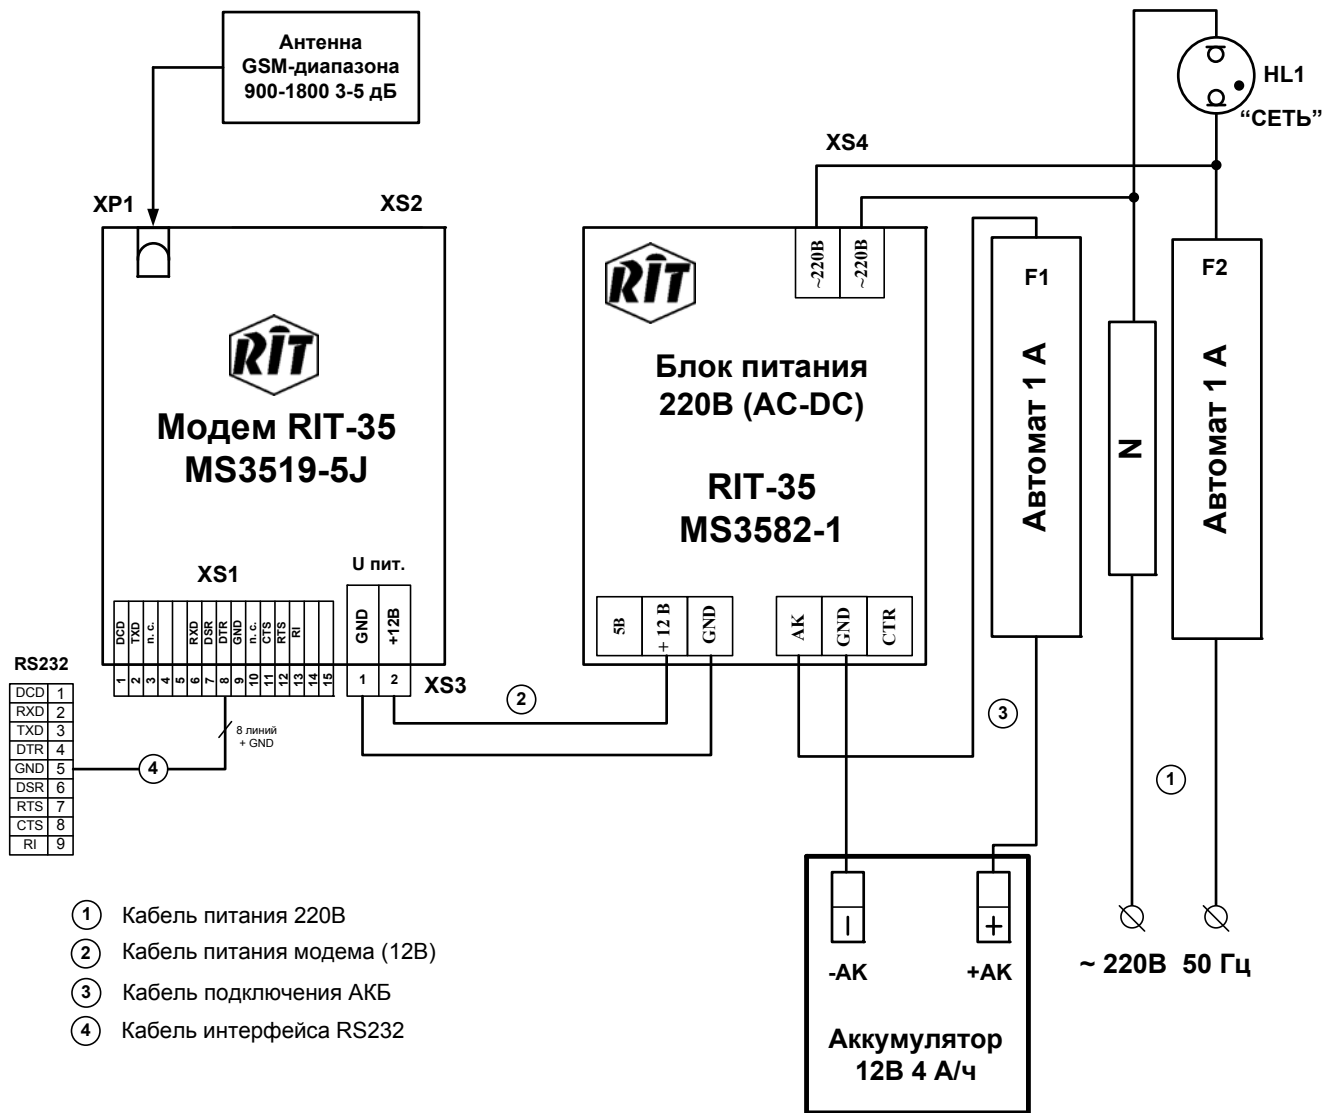

Рисунок 5 – Схема внутренних соединений и подключения KD-01iRJ
- Проверить правильность монтажа (**Рисунок 5**).